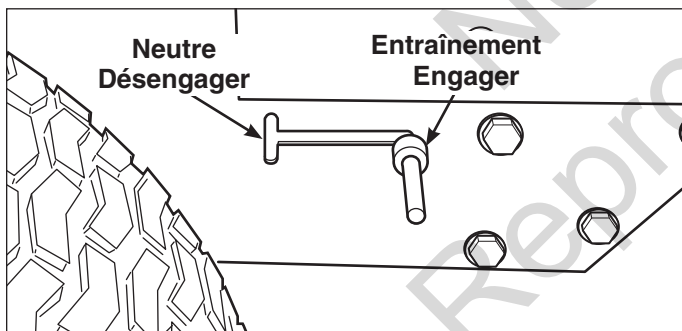

Figure 2. Tige de relâchement hydraulique
- Glisser la tige de relâchement hydraulique vers l'avant et la verrouiller dans le haut de la fente "T". Voir la Figure 2.